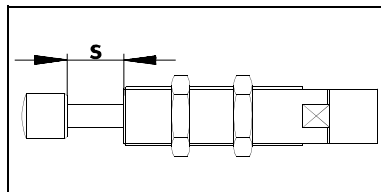

Fig. 8/Bild 8
- ridurre la velocità di impatto, tenendo sotto controllo la corsa di ritorno (s), (v. fig. 8). Una corsa di ritorno incompleta indica la presenza di un forte trafilamento di olio, che rende necessaria la sostituzione del componente.
- reducera stöthastigheten; kontrollmät returslaget (s), se bild 8. Otillräckligt returslag indikerar större oljeläckage. Artikeln måste bytas.